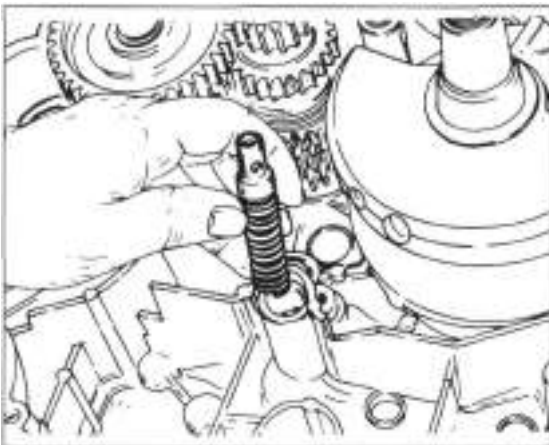

Bild 186
- Öldruckventil mit Feder entnehmen (Bild 186).
- Öldruckventil mit Feder einsetzen (Bild 186).